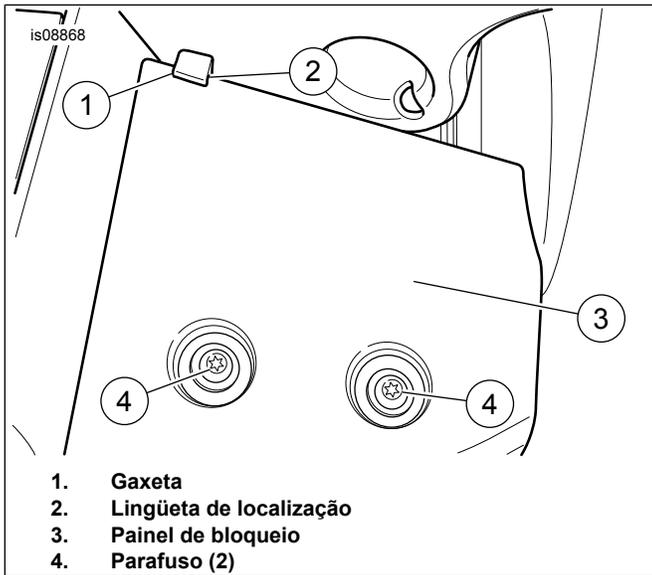

Figura 9. Painel de bloqueio e espuma da guia de posicionamento
10. Veja a figura 9. Dobre um pedaço da gaxeta aparada (1) sobre a lingueta de localização do painel de travamento e instale o painel.
- a. Aplique o trava-rosca nas roscas dos parafusos (4).